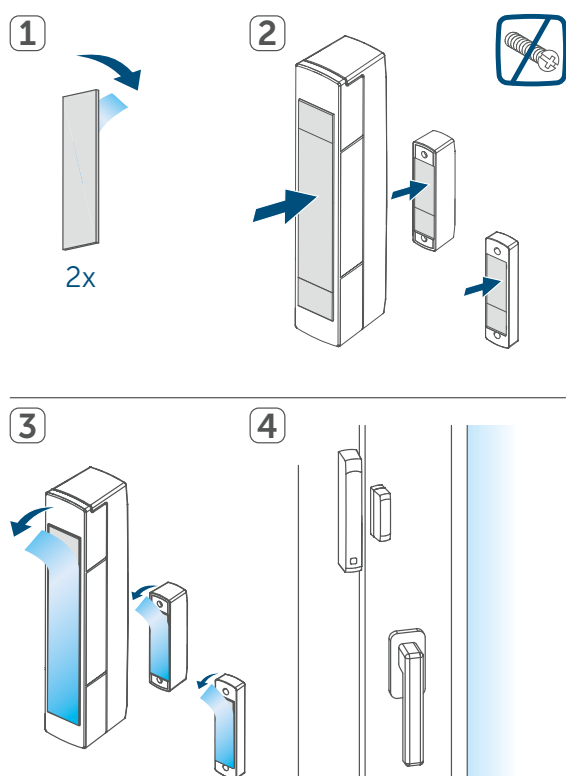

Figure 11
- Placez la grande bande adhésive à deux côtés sur la partie arrière du support (H) (v. figure 11) et appuyez sur l'appareil pour qu'il se trouve en position souhaitée.
- i** Lors de l'utilisation de l'entretoise (J), vous devez placer la petite bande adhésive sur le côté arrière de l'entretoise (v. figure 11) et amenez celle-ci dans la position souhaitée sur la fenêtre. Posez ensuite le contact magnétique sur l'entretoise.
- Placez la petite bande adhésive biface sur la partie arrière du support (H) (v. figure 11) et appuyez sur le contact magnétique pour qu'il se trouve dans la position souhaitée sur la fenêtre.